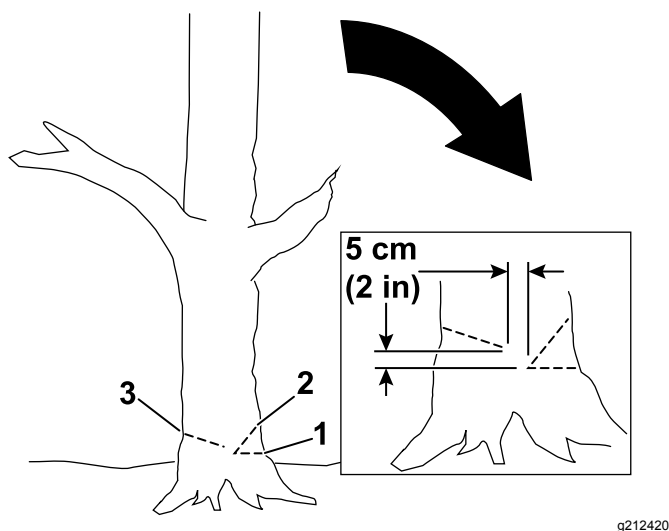

Bild 15
4. Machen Sie den ersten Schnitt ein Drittel durch den Baumdurchmesser an der Seite, zu der der Baum fallen soll (Bild 15).
5. Machen Sie einen zweiten Schnitt, um eine Kerbe zu bilden; fangen Sie den Schnitt mindestens 5 cm über und vom ersten Schnitt entfernt an (Bild 15).
6. Machen Sie den Rückschnitt von der anderen Seite der Kerbe, ungefähr 5 cm höher als die Unterseite der Kerbe, wie in Bild 15 abgebildet.
Wichtig: Wichtig: Beenden Sie den Schnitt 2,5-5 cm von der Kerbe, um ein Gelenk zwischen den Schnitten (Bild 15) zu erstellen; damit fällt der Baum nicht in die falsche Richtung oder dreht sich beim Fallen.
Hinweis: Wenn sich der Rückschnitt dem Gelenk nähert (Bild 15), beginnt der Baum zu fallen.